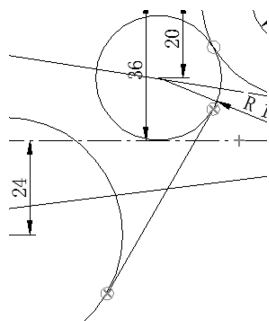

图 6-68 相切
(25) 单击【绘制草图】选项卡【绘图】区域下的 L 【直线】按钮，在半径为 30mm 的圆处捕捉相切后再在半径为 16mm 的圆捕捉相切，完成直线的绘制，如图 6-68 所示。